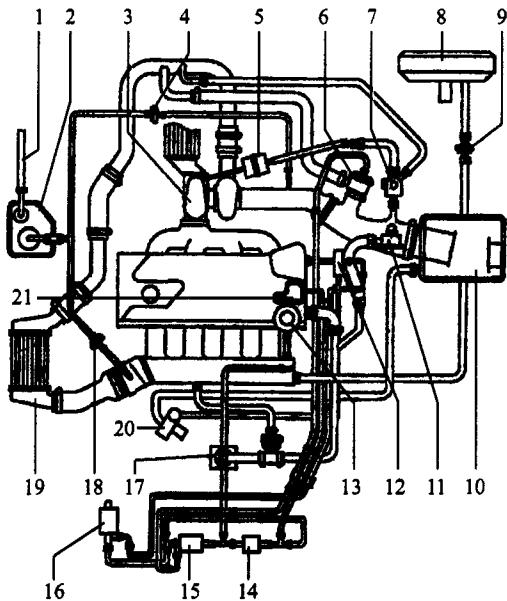

图 1-20 发动机代码 AQA、ARZ、AUM
(2) 发动机代码 AQA、ARZ、AUM, 见图 1-20。